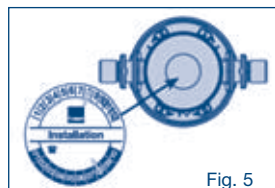

Fig. 5
6. Na placa de montagem fornecida escreva a data (mês/ano) e cole na cabeça do filtro (ver fig. 5)